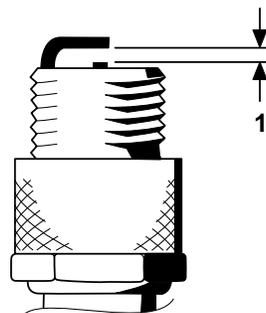

Figure 34
4. Réglez l'écartement entre les électrodes centrale et latérale à 0,76 mm, comme montré à la Figure 34.